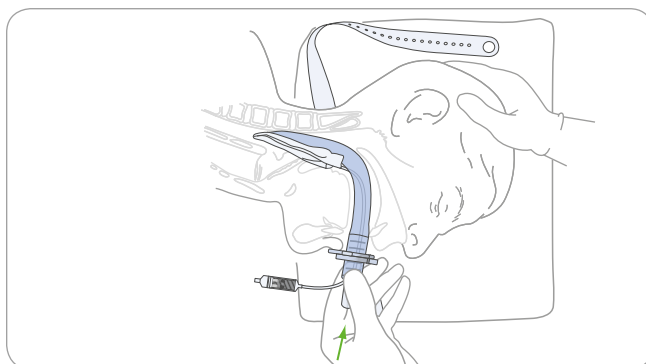

Figura 12. Faça avançar o dispositivo ao longo da hipofaringe até sentir resistência
11. Deve sentir-se uma ligeira resistência quando a extremidade distal do dispositivo atingir o esfíncter esofágico superior. O dispositivo está agora totalmente inserido, conforme ilustrado na **Figura 12**.